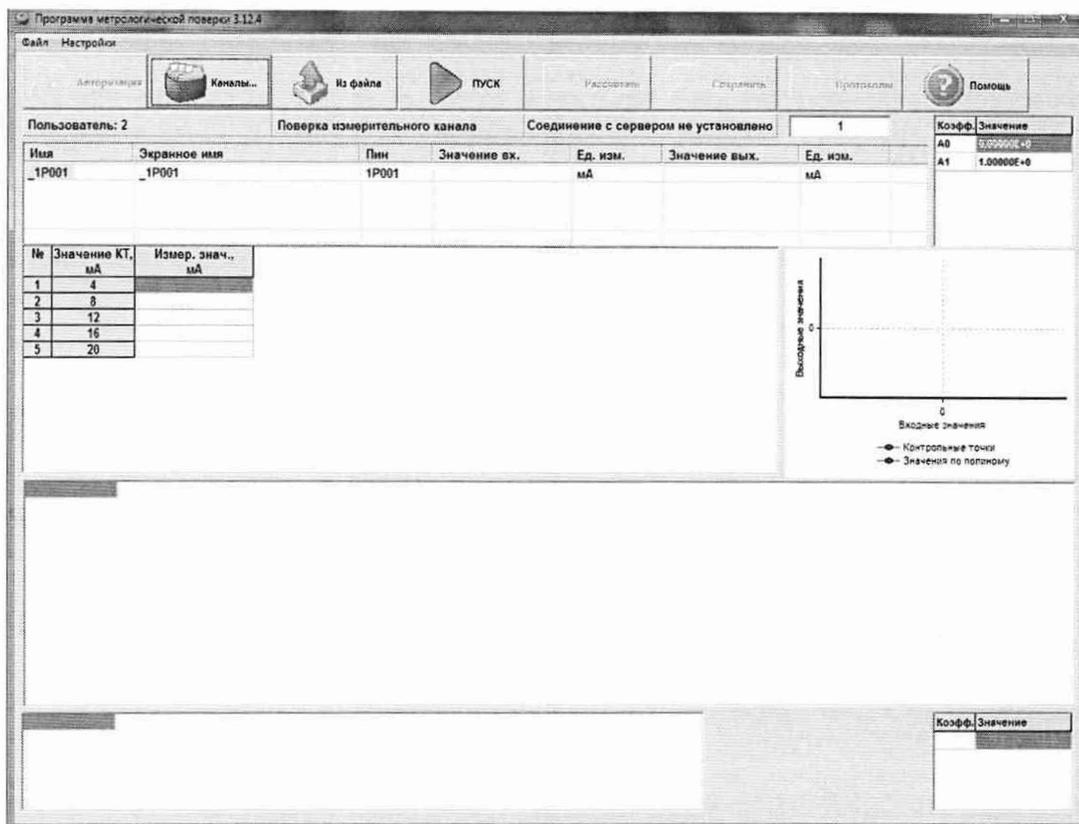

Рисунок 12 – Главное окно ПО «Метрология»
10.4 Запустить поверку нажав кнопку «Пуск» в главном окне ПО «Метрология» Рисунок 12.